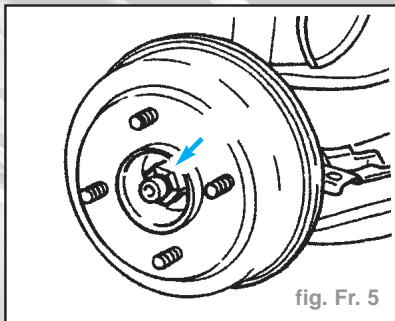

fig. Fr. 5
- Déposer l'écrou de fixation du moyeu (fig. Fr. 5).